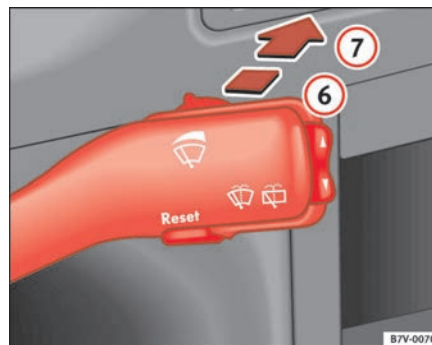

Abb. 80 Scheibenwischer- und Scheibenwascherhebel: Scheibenwischer für die Heckscheibe
- Drücken Sie den Hebel nach vorne in Raste ⇒ Abb. 80 ⑥. Der Wischer arbeitet etwa alle 6 Sekunden. ▶
- Drücken Sie den Hebel ganz nach vorne in die Position ⇒ Seite 120, Abb. 80 **7**. Die Waschautomatik für die Heckscheibe schaltet sich sofort ein, wogegen die Wischautomatik etwas verzögert aktiviert wird. Beide Funktionen sind in Betrieb, solange der Hebel sich in dieser Stellung befindet.